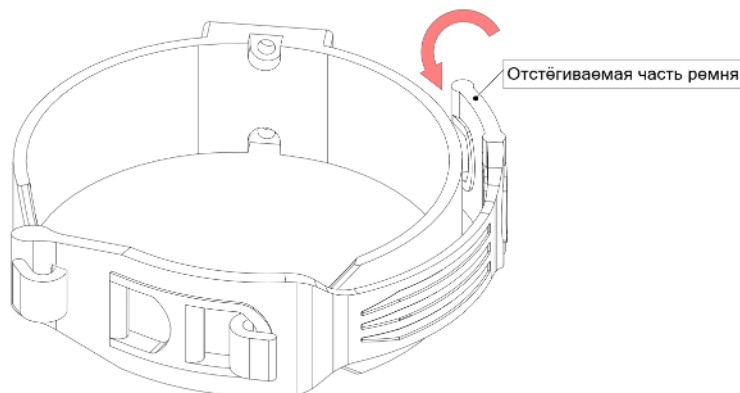

Рис. 6 – Крепление для огнетушителей диаметром менее 150 мм
- крепление для огнетушителей диаметром менее 150 мм (см. рис.6).